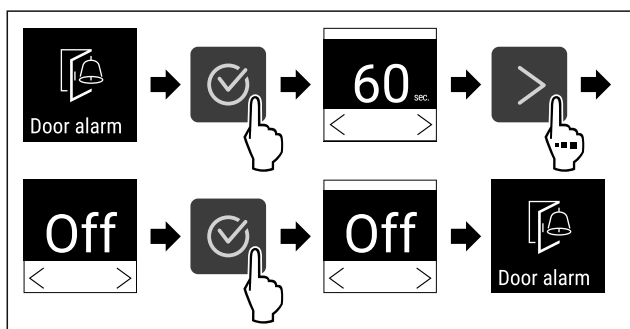

Fig. 106
- ▶ Suivre les étapes (voir Fig. 106).